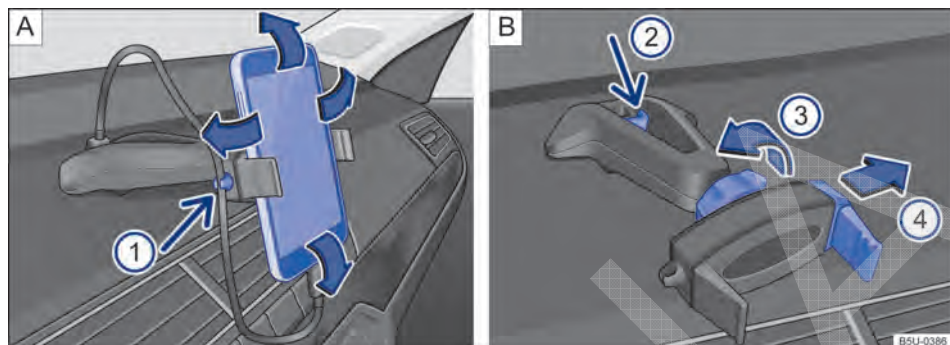

Fig. 175 No console central: suporte para smartphone e ajustes.
- Segurar o suporte com uma mão e pressionar o botão de destravamento → Fig. 175 B ② (seta).
- Com a haste → Fig. 175 B ④ deslocar no sentido da seta, e instalar o smartphone no alojamento.
- Com a outra mão deslocar a haste → Fig. 175 B ④ até que seja possível remover o aparelho do alojamento.
- Colocar o cabo USB na entrada carregador USB do suporte existente no painel de instrumentos → Fig. 175 A.
- Prender o cabo no suporte → Fig. 175 A ①.
- Para liberar o movimento do suporte, girar a trava → Fig. 175 B ③ no sentido contrário da seta.
- Para fixar a posição, girar a trava no sentido da seta ③ → Fig. 175 B até a fixação total do suporte.
i O suporte para smartphone tem garantia de 3 anos, com exceção da haste deslizante (garra) → Fig. 175 **B** ④ que tem garantia de 1 ano.